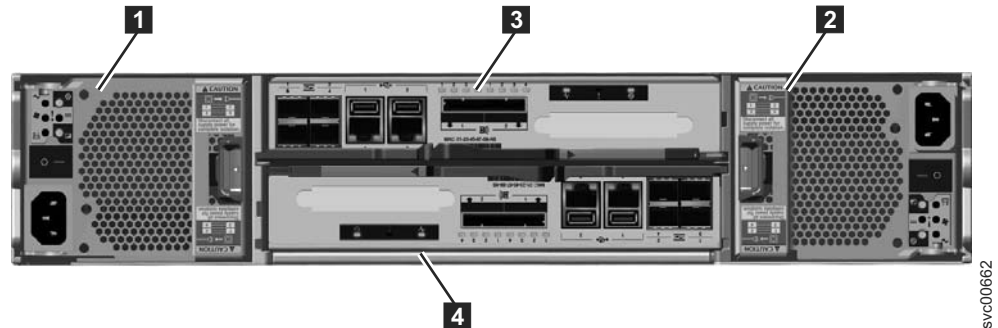

Abbildung 3. Rückansicht eines Controllergehäuses Modell 2076-112 oder 2076-124
Abb. 3 zeigt die Rückansicht eines Controllergehäuses mit der Position der Stromversorgungseinheiten und der Einschübe.
- In der Mitte des Gehäuses befinden sich zwei Einschübe. Jeder Einschub wird als Erweiterungseinschub bezeichnet. Der obere Einschub (siehe Abb. 3) ist Einschub **3** und der untere Einschub ist Einschub **4**. Einschub **3** zeigt mit der Oberseite nach oben und Einschub **4** umgekehrt mit der Oberseite nach unten.